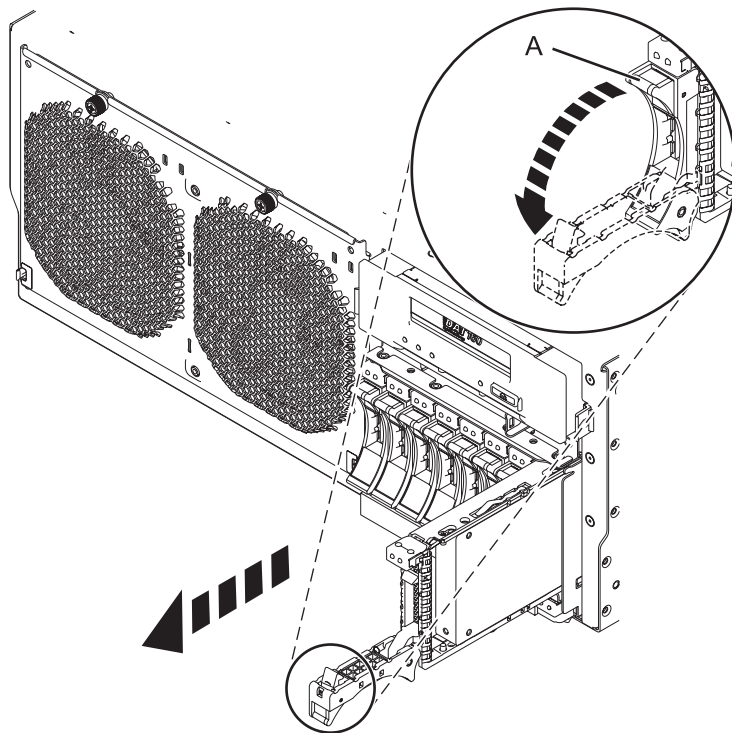

Figura 22. Extraer la unidad de disco de la placa posterior
- 1) Desbloquee el asa de la unidad de disco (A) y tire de ella para desencajar la unidad de disco.
- 2) Coloque una mano debajo de la unidad de disco y, con cuidado, extraígalas del sistema, como se muestra en la Figura 22 en la página 45.